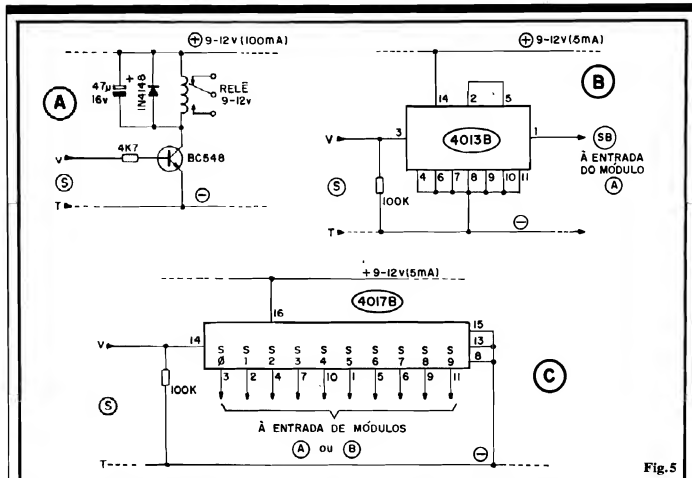

Fig.5
- FIG. 5-A - Driver "LIGA ENQUANTO" - Com o simples arranjo mostrado, ligado à safda ("S-T") do MRIV, teremos a energização do relê, por 1 segundo, a cada comando recebido... Se o dedo do operador "ficar" sobre o push-button do MEIV por mais de 1 segundo (digamos, 5 segundos...), também o relê permanecerá "ligado" por - no mínimo - um Tempo equivalente (pelo menos 5 segundos, no caso do exemplo...). A alimentação necessária ao driver situa-se em faixa idêntica à do MRIV (9 a 12V), devendo a bobina do relê apresentar parâmetros compatíveis... Note que a dita alimentação pode, perfeitamente, ser compartilhada com o MRIV, apenas lembrando de "somar" as necessidades de Corrente: 100mA para o driver e 50mA para o MRIV, totalizando assim 150mA (mínimos). O que Vocês vão "fazer" com os contatos de aplicação do relê, não é da nossa conta (usem o bom senso, contudo...).
- FIG. 5-B - Driver "LIGA-DES-LIGA" - Um único Integrado C.MOS 4013B (mais um resistor de 100K), é tudo o que o Leitor precisa para transformar a safda normal do MRIV, dotando-a de
- FIG. 5-C - Driver "SEQUENCIAL" - Um "manjado" 4017B (também da família C.MOS), auxiliado por um resistor de 100K, e a safda básica do MRIV pode transformar-se numa acionadora sequencial de 10 estágios. Observem que, numa configuração básica, cada uma das 10 saídas do módulo 5-C ("S0 até S9") pode ser ligada a um driver "releizado" igual ao mostrado em 5-A, com o que teremos 10 canais sequenciais, de Potência, capazes de acionar uma a uma até 10 cargas "bravas" (acopladas aos respectivos contatos de aplicação dos ditos relês...). No caso, cada uma das 10 cargas, uma vez acionada, assim ficará, até que novo breve comando seja emitido pelo MEIV, quando então ela será "desligada", ligando-se a carga "seguinte" (se estava acionada e ativada pela safda "S3" do módulo 5-C, esta se desativa, e liga-se a acoplada à safda "S4", assim por diante...). Atingido o acionamento da carga acoplada a "S9", no próximo comando o ciclo recomençar, pela ativação da carga controlada pela safda "S0", e assim por diante... Observem, ainda, outra interessante possibilidade: acoplar o módulo 5-C à safda normal do MRIV, ligando a cada uma das 10 saídas do 5-C um módulo 5-B, e a cada safda dos tais